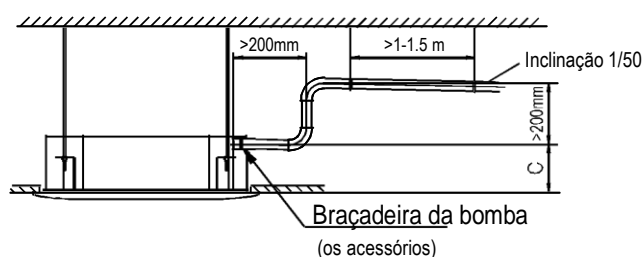

Figura 32
- Se a saída do tubo de esgoto for superior a junta do corpo da bomba, a tubulação deve ser organizada o mais verticalmente possível. E a distância de elevação deve ser inferior a 200mm, caso contrário, a água irá transbordar quando o ar condicionado parar. (Consulte a Figura 32)